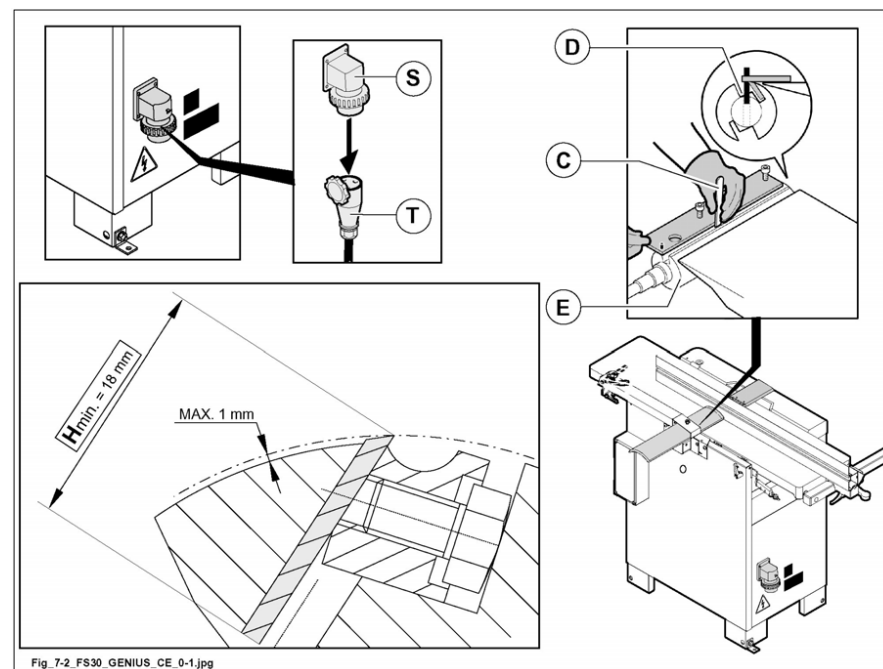

Abb. 7.2
- Die Feststellschrauben mit dem dafür vorgesehenen Schlüssel (C fig. 7.2) lösen; das Messer tritt von den Kontrastfedern gedrückt heraus.
Sofern erforderlich, die Messer durch Einführen in das dafür vorgesehene Gehäuse (D Abb. 7.2) auswechseln und dabei die Ausrichtung des Spitzenwinkels in Bezug auf die Drehrichtung der Hobelwelle (E Abb. 7.2) beachten.
- Überprüfen, dass die Messer und die Führungsleisten in Bezug auf die Hobelwelle (E Abb. 7.2) zentriert sind.
das Schärfen der Messer ist bis zu einer Mindesthöhe von 18 mm (Abb. 7.2) gestattet. Wenn dieses Mass erreicht ist, muss das Messer ausgetauscht werden.